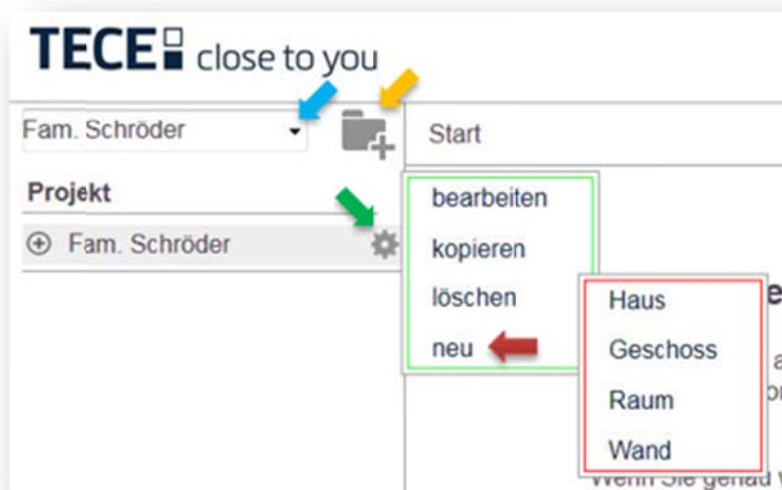

Abbildung 07.01
Durch „Klick“ auf das Zahnradsymbol (siehe grüner Pfeil Abb.: 07.01) öffnet sich das Kontextmenu (siehe grüner Kasten Abb.: 07.01). Folgende Funktionen stehen durch „Klick“ zur Verfügung:
- **„neu“** öffnet die Auswahl zum Hinzufügen von: siehe roter Kasten Abb.: 07.01
Durch „Klick“ auf das „Drop-Down-Menü (siehe blauer Pfeil Abb.: 07.01), öffnet sich die Übersicht Ihrer Projekte.
Wie schon vorab beschrieben besteht die Möglichkeit das Projekt in verschiedene Bausituationen zu unterteilen. Zur Auswahl stehen: „Haus“, „Geschoss“, „Raum“ und „Wand“. Nach „Klick“ auf die Schaltfläche „neu“ (siehe roter Pfeil Abb.: 07.01), öffnet sich ein weiteres Kontextmenü (siehe roter Kasten Abb.: 07.01) zur Anlage der gewünschten Unterteilung/Bausituation.
Die eigentliche Konfiguration beginnt nach Anlage einer Wand, auf einer beliebigen Ebene des Projektes. Siehe hierzu Menüpunkt „Wand“ (siehe roter Pfeil Abb.: 07.01). Übergeordnete Ebenen wie: „Haus“, „Geschoss“ und „Raum“ sind keine Pflichtanlagen, um eine Wand zu konfigurieren.